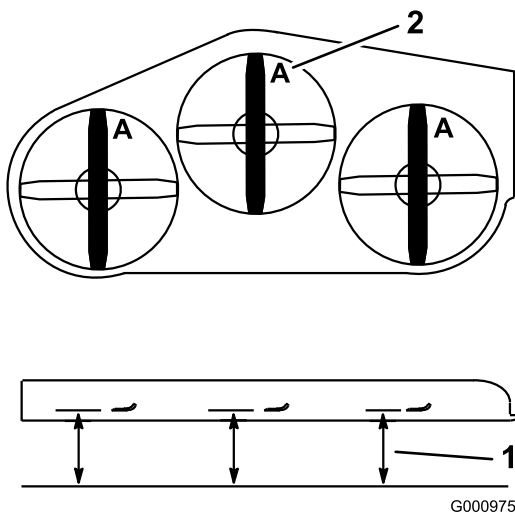
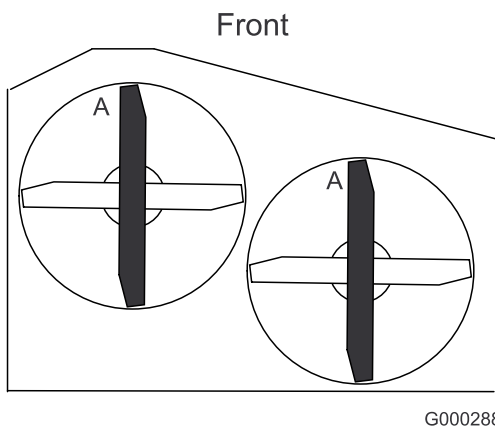

Figure 60
Figure 61
3. Tournez les lames dans le sens longitudinal. Mesurez la distance entre la surface plane et le tranchant (position **A**) des lames (Figure 60). Notez cette valeur. Pour les tabliers de coupe de 36 pouces, reportez-vous à la Figure 61.